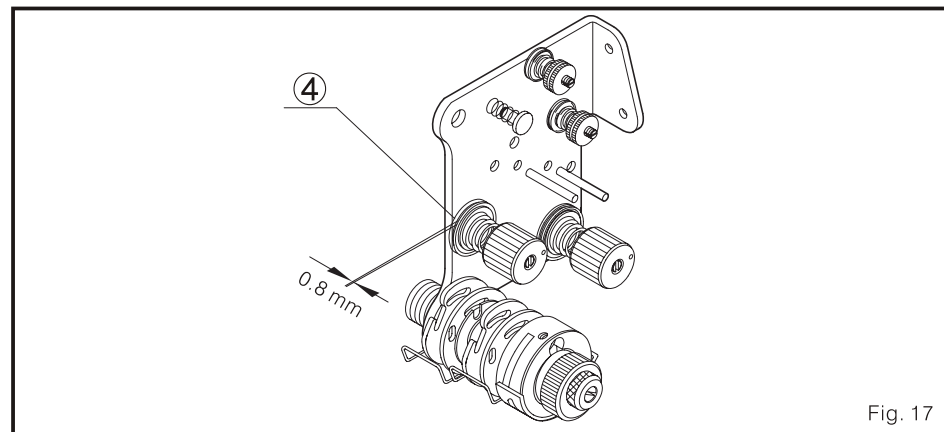

Fig. 17
- Quando o rolo da barra solta do fio superior 2 alcance o ponto mas alto da parte sobresainde da leva rebordeante 3, a faixa do fio 4. deve abrir 0.8 mm (Fig. 17)